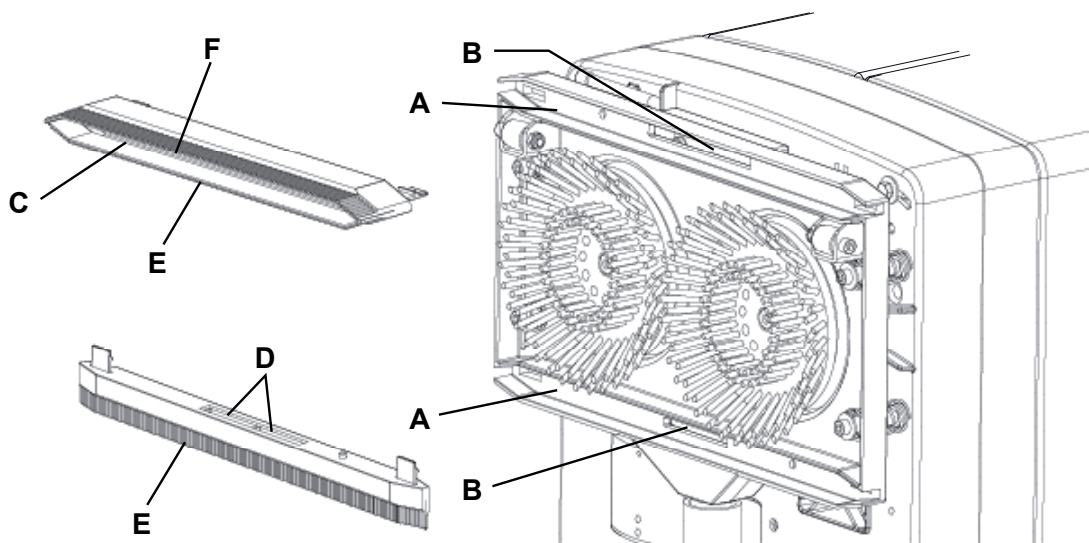

Рис. 2
2. Убедитесь, что сетевой шнур (10) отсоединен от сети электропитания.
3. Чтобы добраться до платформы щетки/держателя прокладки, поднимите машину с помощью ручки управления (2).
4. Снимите швабры с платформы, нажав крепежные пружины (27).
5. Проверьте платформу (9) щетки/держателя прокладки и очистьте ее. В частности, очистьте отсеки (А, Рис. 2) и отверстие вакуумной системы (В).
6. Вымойте и очистите швабру. В частности, очистите отсеки (С) и отверстие (D) от грязи и мусора.